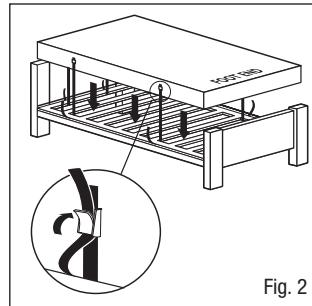

Fig. 2
3. Fastgør madrassen til sengebunden ved hjælp at de justerbare stropper - før stropperne gennem sengestellets madrasplatform og fastgør spænderne (Fig. 2), så de ikke hindrer de bevægelige komponenter på elektriske senge. Dette er vigtigt, da det forhindrer, at madrassen løsnes fra sengestellet og forårsager eventuelle personskader. Et sæt stropforlængere kan leveres til brug ved boksmadrasser (delnummer 11062).